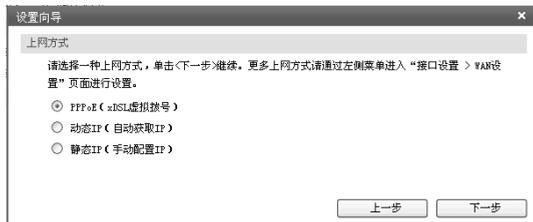

图4-5 上网方式
5. 图4-5显示了最常用的三种上网方式，可以根据自身情况进行选择，然后单击“下一步”继续。